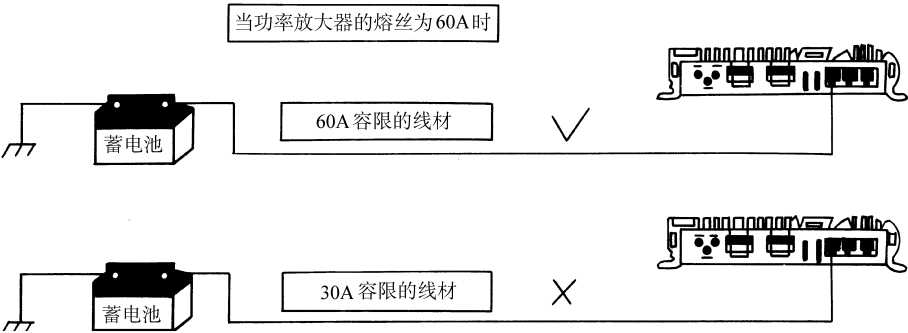

图 4-16 电源线的电流容量应等于或大于与功率放大器相接熔丝的熔断电流值
(1) 所选用电源线的电流容量值应等于或大于与功率放大器相接的熔丝熔断电流值 (图 4-16)。如果采用低于标准的线材做电源线，会产生交流噪声并且严重破坏音质。
(2) 当用一根电源线分开向多个功率放大器供电时，从分开点到各个功率放大器布线的长度和结构应该相同。